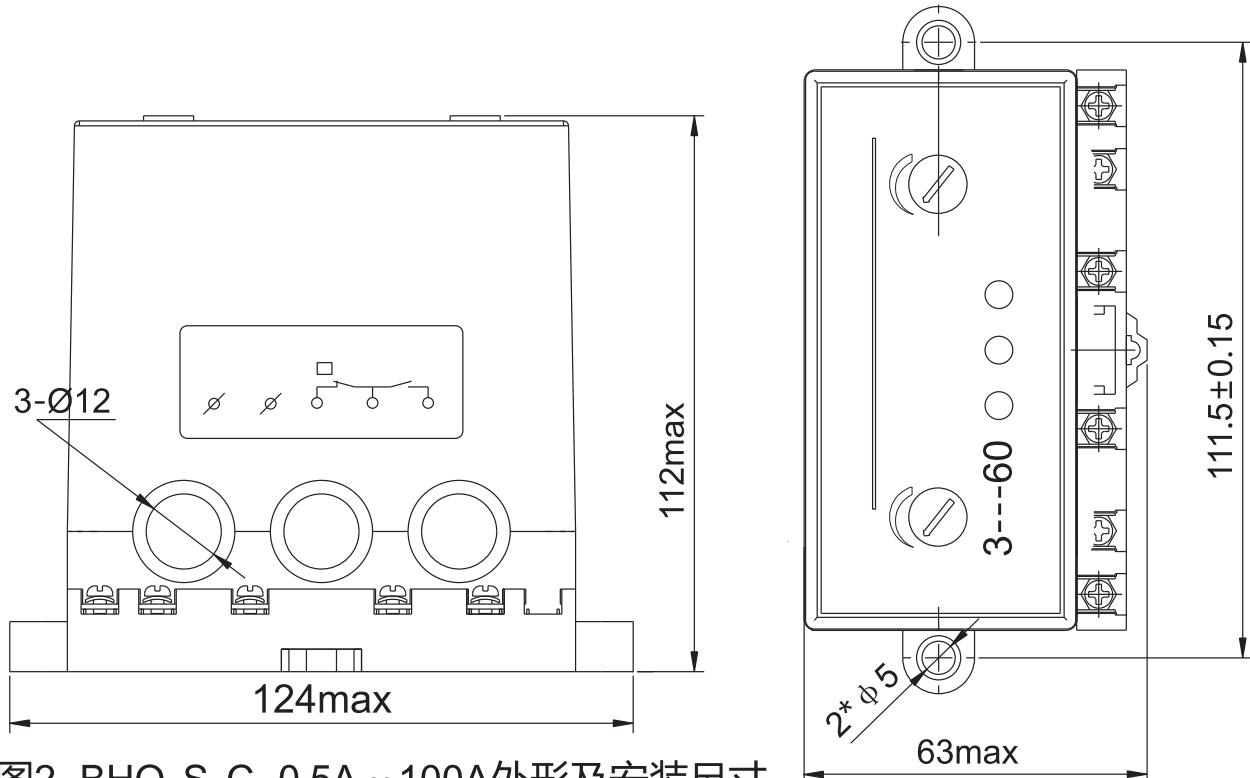
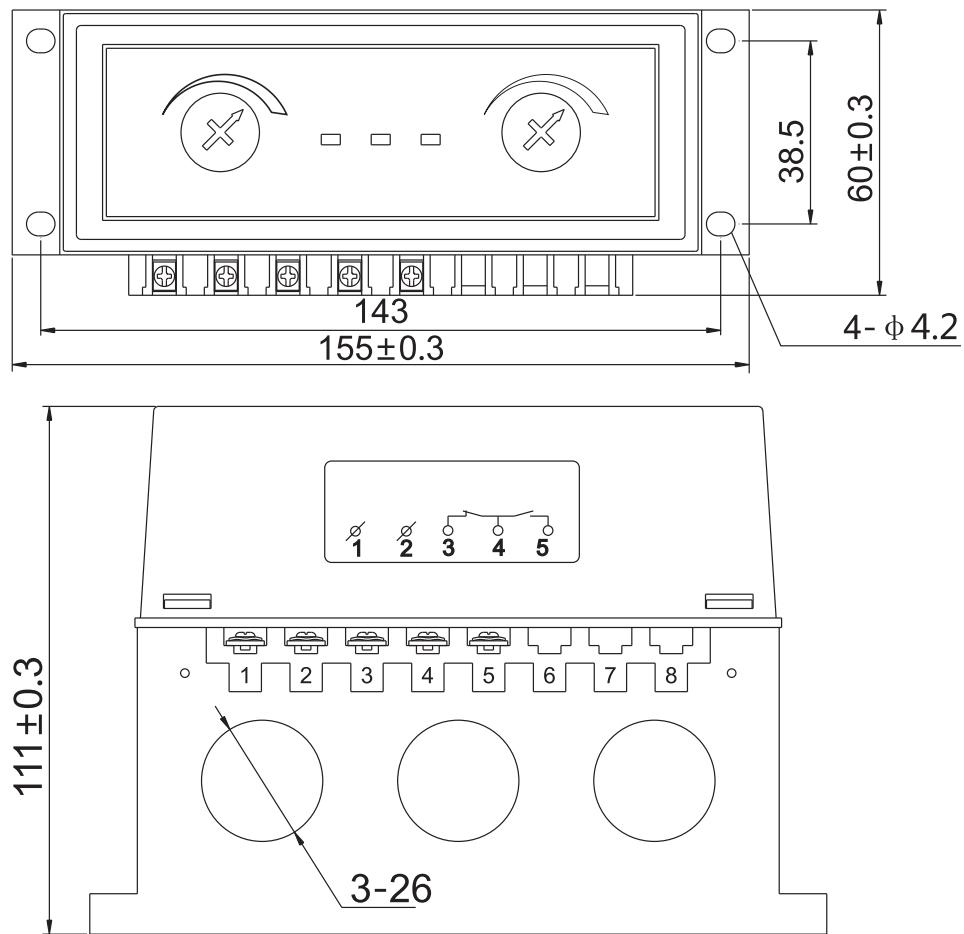

图2 BHQ-S-C 0.5A ~ 100A外形及安装尺寸
图3 BHQ-S-C 150~300A外形及安装尺寸
4 外形及安装尺寸(见图1、图2、图3)
6.2 至负载交流接触器的三条主线路分别穿过保护器的导线孔H1、H2、H3与电动机进线连接 , 见图2、图3, 对电流小于6A的电动机要将三相电源线分别同方向穿绕保护器导线孔几圈。穿过保护器导线孔最低信号电流与穿孔圈数之积要大于3A。